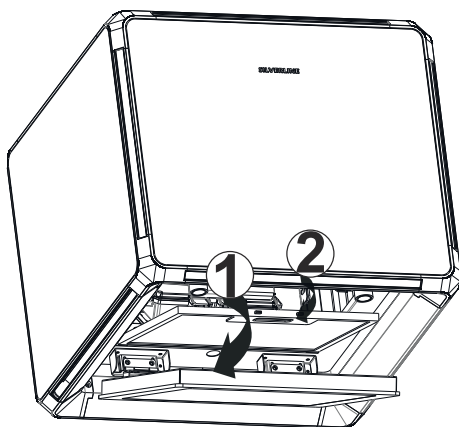

Fig. 9: Rimozione del filtro dell'olio in metallo
1. ➔ Aprire il coperchio metallico della cappa (Fig. 9).
2. ➔ Sbloccare il filtro dell'olio in metallo (Fig. 9/2) e bloccarlo contro la caduta con l'altra mano.
3. ➔ Inclinare in avanti il filtro dell'olio in metallo e rimuoverlo (Fig. 9).